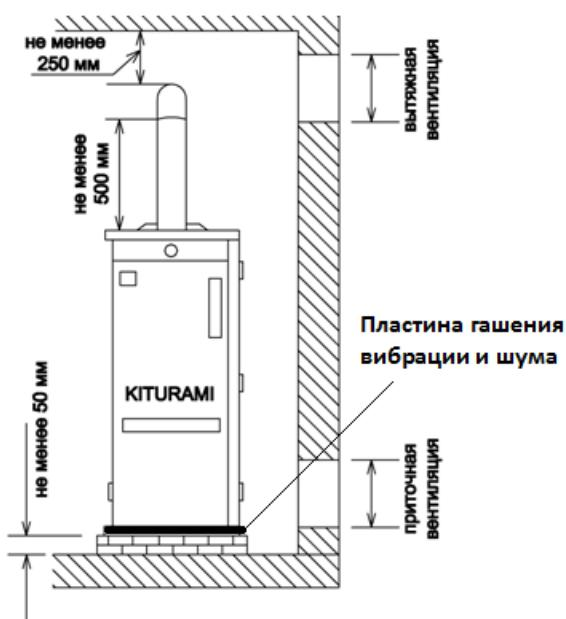

Рис. 12.1
1.4. Обязательное наличие в котельной постоянно действующей приточной и вытяжной вентиляции. (Рис. 12.1, Рис 12.2) Вентиляция предусматривается из расчета: вытяжка в объеме 3-кратного воздухообмена помещения в час, приток в объеме вытяжки плюс количество воздуха на горение топлива, если приток воздуха в котел осуществляется из данного помещения. Если забор воздуха в котел осуществляется с наружки помещения, в котором он установлен, то вентиляция предусматривается из расчета: вытяжка и приток в объеме 1-кратного воздухообмена помещения в час. Двери и окна к приточной и вытяжной вентиляции не относятся, если они не оборудованы дополнительным стационарным устройством, предназначенным для постоянного движения воздуха (жалюзи или отверстия в полотне двери, вентилятор в окне и т. п.).